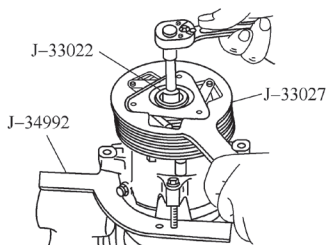
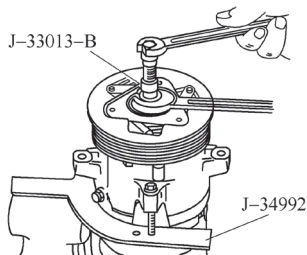

图 5-78 压缩机离合器盘和毂总成的拆卸 (1)
图 5-79 压缩机离合器盘和毂总成的拆卸 (2)
- ①从车上拆下压缩机。
- ②安装专用工具，如图 5-78 所示。
- ③拆卸轴固定螺母。
- ④安装专用工具，如图 5-79 所示。